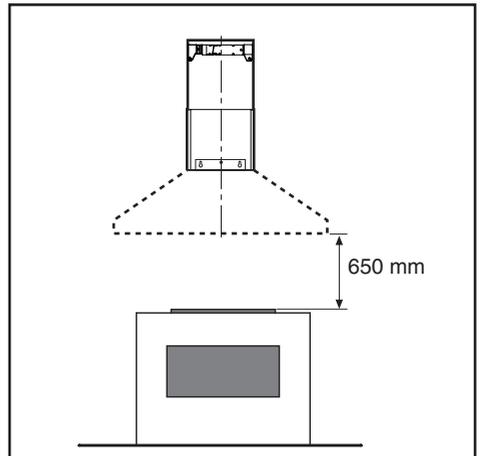
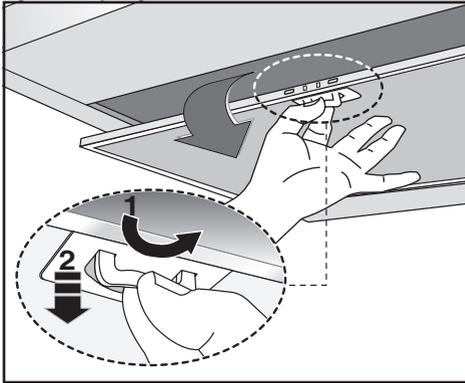

Fig.5
Fig.6
• La distanza minima fra la superficie di supporto dei recipienti di cottura sul dispositivo di cottura e la parte più bassa della cappa da cucina deve essere di almeno **65 cm** (Fig.5). Se dovesse essere usato un tubo di connessione composto di due o più parti, la parte superiore deve essere all'esterno di quella inferiore. Non collegare lo scarico della cappa ad un condotto in cui circoli aria calda o utilizzato per evacuare fumi degli apparecchi alimentati da un'energia diversa da quella elettrica. Prima di procedere alle operazioni di montaggio, per una più facile manovrabilità dell'apparecchio disinserire i filtri/i antigrasso (Fig.6).